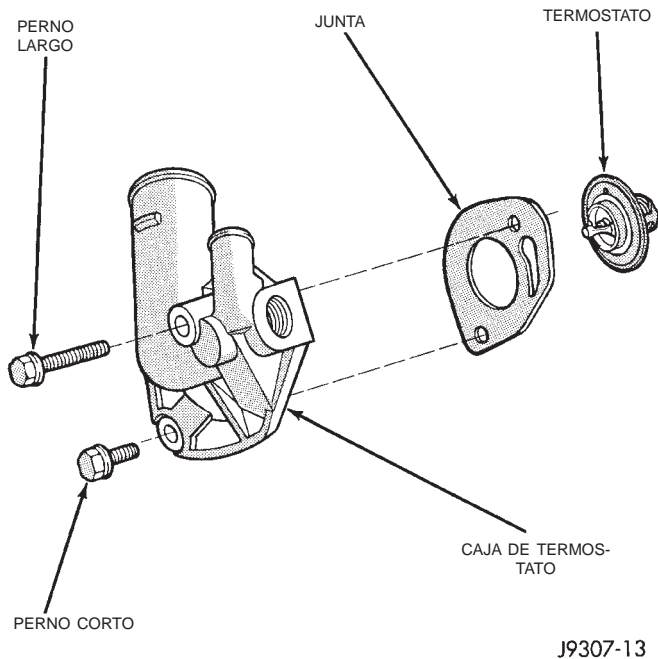

Fig. 36 Desmontaje e instalación de termostato—Motor de 4.0L
(2) Retire la manguera superior del radiador y la manguera del calefactor situada en la caja del termostato.
(3) Desconecte el conector de cableado situado en el sensor de temperatura del refrigerante del motor.
(4) Retire los pernos de la caja del termostato, la caja de éste, la junta y el termostato (Fig. 36). Deseche la junta vieja.
(5) Limpie las superficies de contacto de la junta.